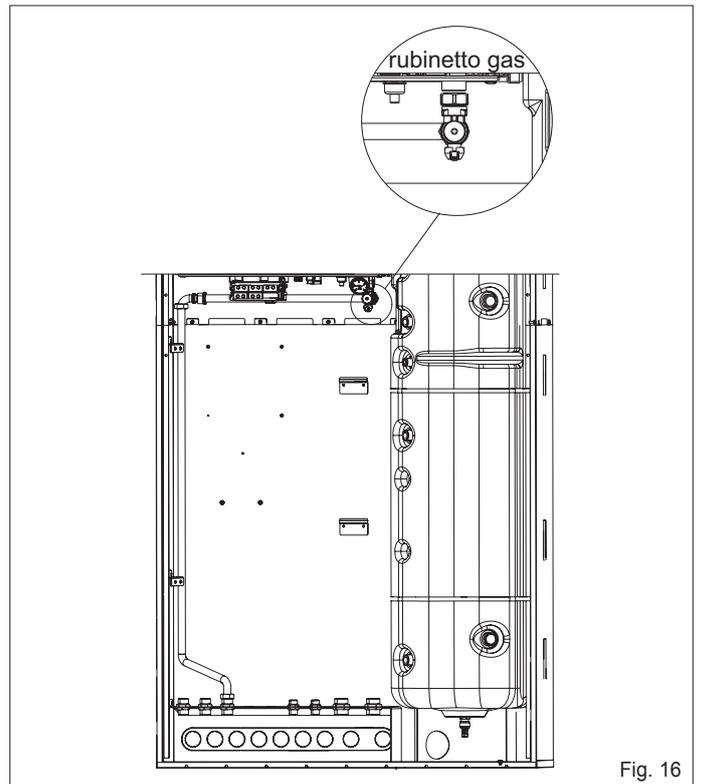

Fig. 16
- Assemblare la rampa gas e la prolunga contenuta nel kit rampe di collegamento come indicato in fig. 16